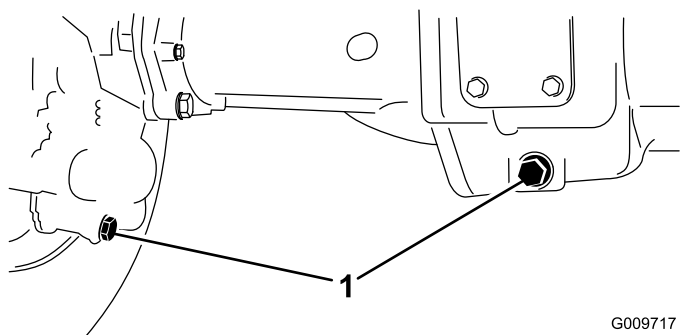

Figura 42
2. Limpe a zona em redor dos 3 tampões de escoamento, 1 em cada extremidade e 1 no centro (Figura 42).